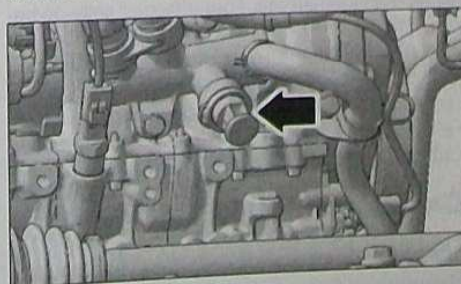

FIG. 15
- Vidanger le bloc moteur en retirant le bouchon (Fig.15).